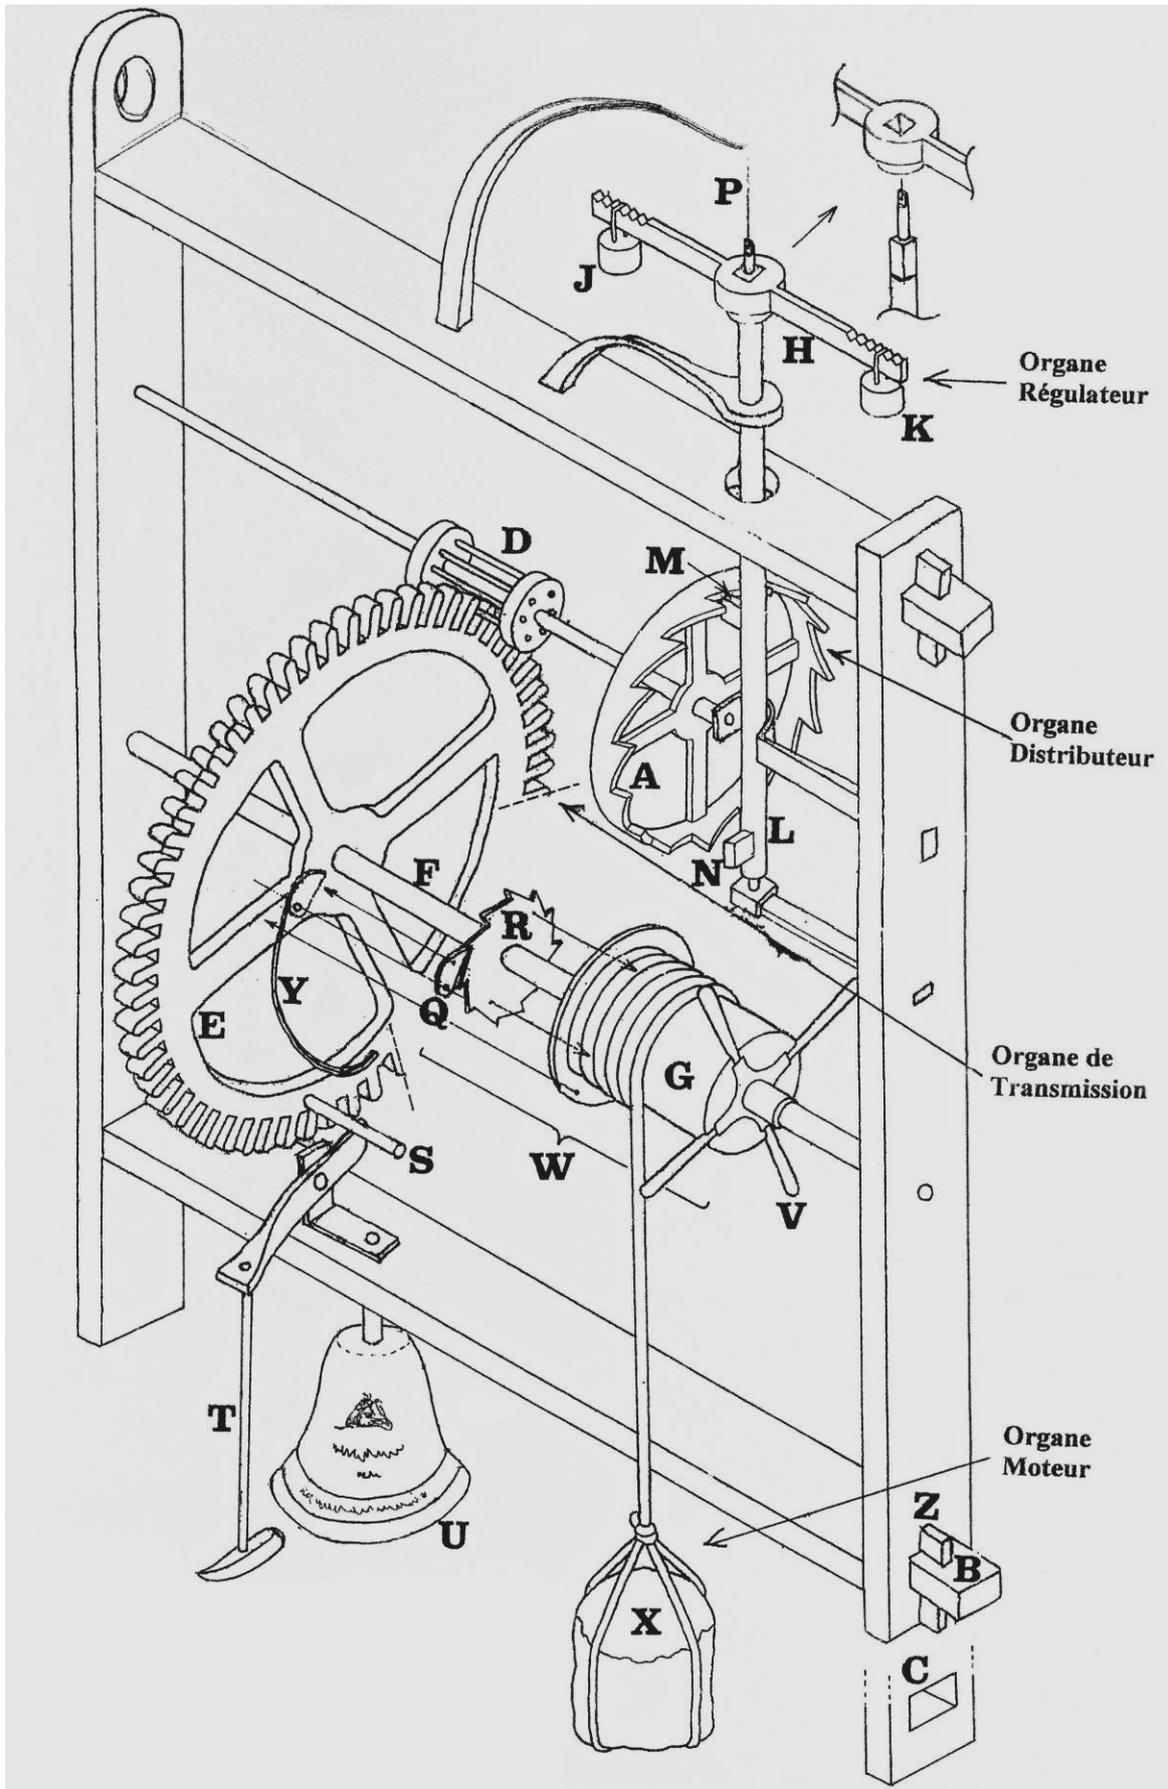

Figure 1 : schéma vraisemblable d'une horloge des XIIIe et XIVe siècles à deux engrenages (© ACW / J. Renders)
Les premières horloges monumentales (XIII^e siècle) ne possédaient ni cadran ni aiguilles. L'indication de l'heure se résumait à un tintement de cloche toutes les heures. Comme l'indique la Figure 1 ci-après, ces horloges étaient montées dans un châssis vertical, suspendu et démontable à l'avant par un système de tenons, mortaises et clavettes sans vis ni écrous (voir B, C, Z dans le schéma). Elles ne contenaient que deux engrenages : le pignon D, et l'engrenage E. L'ensemble du mécanisme était entraîné par un poids moteur (X) suspendu au tambour (G) qui, en tournant, transmettait son mouvement à l'engrenage précité (E) et à l'échappement (A). Le tintement de la cloche (via les éléments S, T, U du schéma) ne permettait pas de distinguer les heures (10h et 11h étant, par exemple, annoncés de la même manière ...).
Il est fondamental de contrôler la vitesse de l'horloge de manière à faire tourner son axe des minutes (F de la Figure 1) à la vitesse d'un tour par heure et à enclencher la sonnerie au bon moment, permettant au marteau de faire sonner une cloche : une fois par heure dans le cas de l'horloge de la Figure 1, un nombre variable de fois (heure ou demi-heure) dans le cas de celle de la Figure 3.
Le premier de ces trains, celui du « mouvement » (B de la Figure 3 et l'ensemble des éléments en Figures 1 et 4), est le plus important car il est à la base du fonctionnement de l'horloge : il commande en effet le décompte des heures et le déclenchement de la ou des sonneries.
L'ensemble se compose d'un axe (F des Figures 1 et 4) faisant un tour en une heure. Sur cet axe est fixé l'engrenage moteur (E) portant sur un de ses rayons un cliquet mobile (Q), repoussé vers l'axe par une lame de ressort (Y). Cet axe supporte également un tambour en bois (G) sur lequel est enroulée la corde supportant le poids moteur (X). Un cabestan (V), fixé à l'une des extrémités de ce tambour, permet de le faire tourner à l'envers lors du remontage du poids moteur. L'autre extrémité de ce tambour est munie d'une roue à rochet (R), dont la rotation entraîne le cliquet mobile précité, actionnant ainsi l'engrenage E.
Pour les horloges ne fonctionnant qu'un jour entre deux remontages du poids moteur (c'est le cas de celle de la Figure 1), l'organe de transmission se compose d'un engrenage appelé « moyenne » (E) et d'un pignon (D).
Les pignons des anciennes horloges se présentaient souvent sous la forme d'une cage ou d'une lanterne ancienne (voir Figures 1, 3 et 4).
Depuis 700 ans, il a fait l'objet de bien des recherches et a évolué de l'échappement à foliot (présent dans les figures Figures 1, 4 et 5) vers des systèmes plus complexes tels l'échappement à ancre (voir Figure 6), à recul, à chevilles, à gravité, etc.
Dans le cas de l'échappement à foliot (Figures 1, 4 et 5), l'organe distributeur se compose principalement de la roue d'échappement, appelée également roue de rencontre (A) qui transmet son mouvement à la verge (L) munie de deux palettes (M et N) repoussées alternativement. Toutes les horloges construites avant le XVIIe siècle ont possédé ce type « d'échappement mécanique ».
Dans les horloges monumentales anciennes, il est constitué d'un élément appelé foliot (ensemble L, H, J, K des Figures 1, 4 et 5).
Ces réglages permettent de calibrer « exactement » à 1 heure le temps de rotation de la « grande moyenne » (E) (figures 1 et 4) et de l'aiguille des minutes de l'horloge lorsqu'elle possède un cadran (non visible en Figure 3), ce qui est le but ultime de l'horloge mécanique.